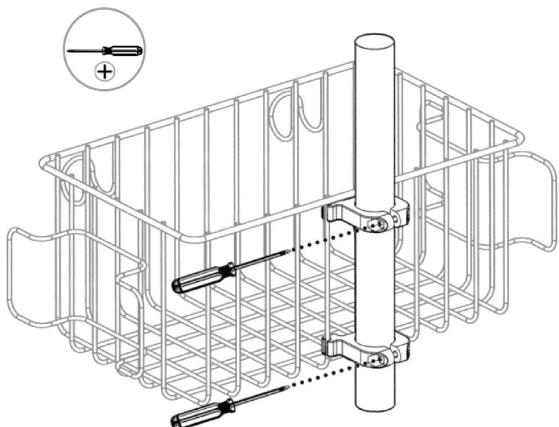

**Figure 3 ■ Figure 3 ■ Abbildung 3 ■ Figura 3 ■ Figura 3
■ Afbeelding 3 ■ Figur 3 ■ Figur 3 ■ Eíkóva 3 ■ Figura 3
■ Obrázek 3 ■ 3. ábra ■ Rysunek 3 ■ Obrázok 3 ■ Figur 3
■ 3. attēls. ■ Şekil 3 ■ Рис. 3 ■ Slika 3 ■ Slika 3**